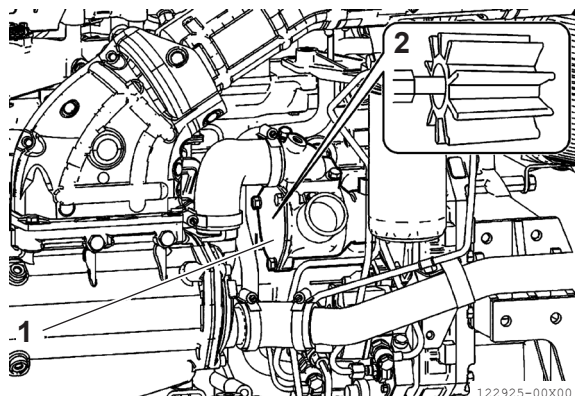

Figura 19
- Después de haber accedido al impulsor, retire la cubierta posterior (**Figura 19 [1]**).
- Introduzca un tornillo (**Figura 19 [2]**) M16 × 1,5 en el eje del impulsor.
- Retire el rotor aflojando lentamente el tornillo (**Figura 19 [2]**).